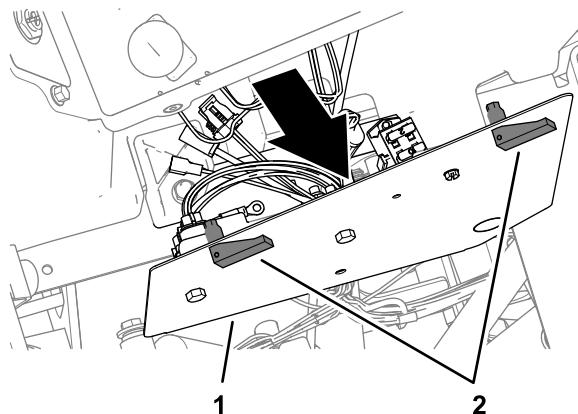

Figure 12
1. Déverrouillez le couvercle du panneau de commande (Figure 12).
2. Avec précaution, déplacez légèrement le panneau vers l'intérieur de manière à pouvoir accéder au faisceau de câblage de la machine (Figure 12).